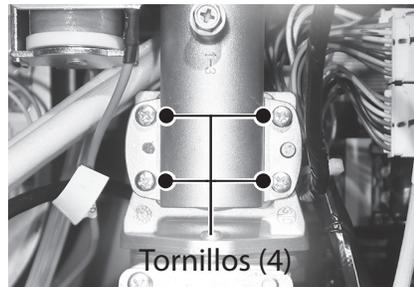

Figura 114 - Retire los tornillos de la válvula de gas.
- Ubique y retire los cuatro tornillos que fijan la válvula de gas al múltiple de gas. Deje los tornillos a un lado en un lugar seguro para volver a instalarlos. Consulte la Figura 114.
- Ubique los cuatro tornillos que se retiraron anteriormente en el Paso 13 y fije el múltiple de gas a la válvula de gas. Figura 114.